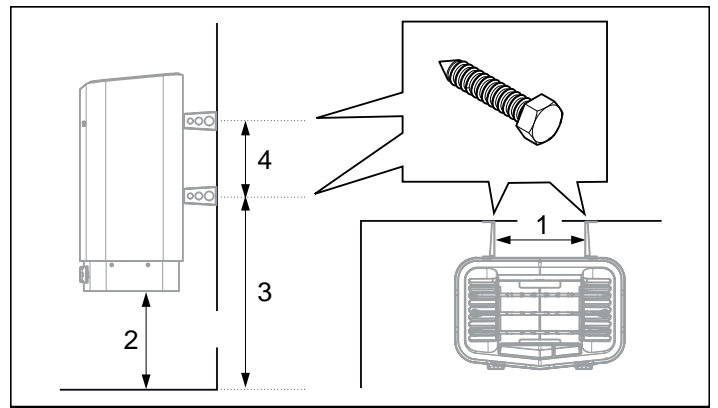

Abb. 8: Bemessung
6. Positionieren Sie die Schrauben der Halterung, siehe Abb. 8, Seite 11.